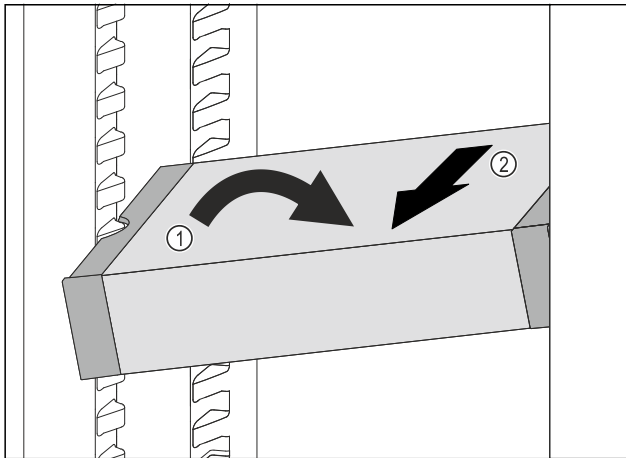

Fig. 108
- VarioSafe im Kühlteil schräg stellen. Fig. 108 (1)
- VarioSafe nach vorne entnehmen. Fig. 108 (2)